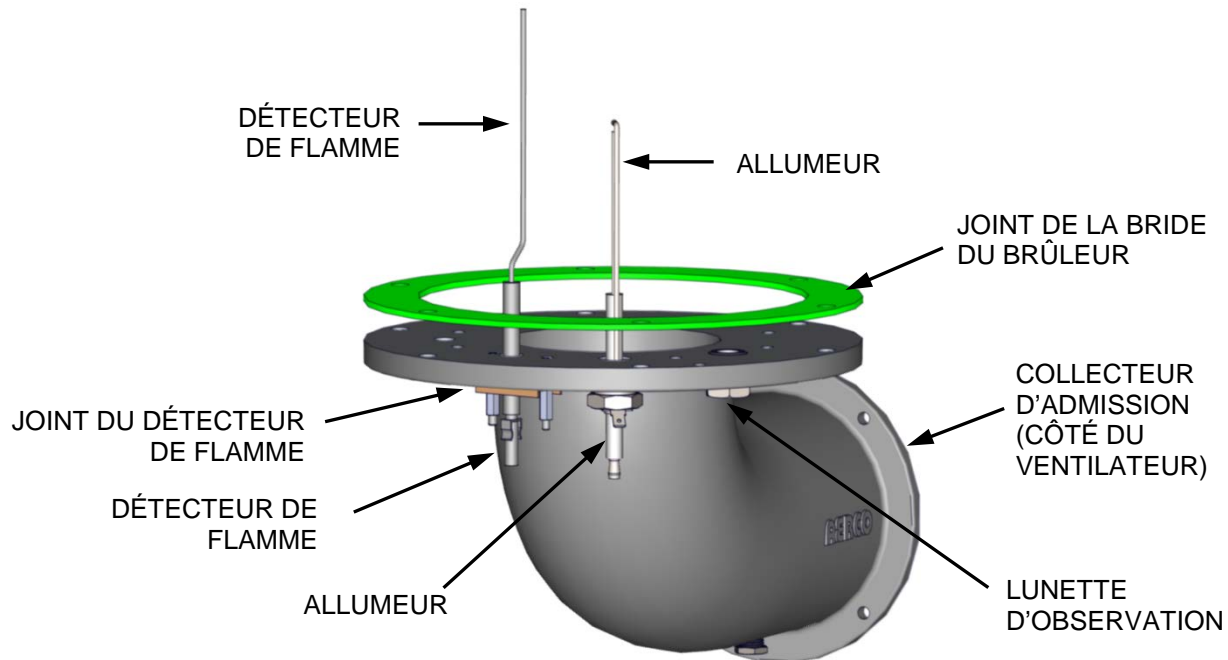

Figure 6-1. Collecteur d'admission (côté ventilateur) équipé de l'allumeur et du détecteur de flamme
L'allumeur est situé sur la bride du collecteur d'admission du côté du ventilateur monté au bas de l'échangeur thermique de l'appareil. Le n° de pièce de l'allumeur (66023) est le même pour les appareils au gaz naturel et au propane. La figure 6-1 montre le collecteur d'admission du côté du ventilateur démonté du chauffe-eau et indique l'emplacement de l'allumeur, du détecteur de flamme et des autres composantes associées.
Le détecteur de flamme (n° de pièce 66018) est utilisé sur TOUS les modèles de chauffe-eau Innovation. Le détecteur de flamme est aussi localisé sur la bride du collecteur d'admission côté du ventilateur comme l'indiquent les figures 6-1 et 6-2. Le détecteur de flamme peut être chaud. Permettre à l'appareil de se refroidir suffisamment avant de démonter le détecteur de flamme.
4. Retirer les deux (2) supports hexagonaux fixant le détecteur de flamme au collecteur d'admission (figures 6-1 et 6-2). Le détecteur de flamme est fixé au collecteur d'admission du brûleur avec un (1) support hexagonal n° 10-32 et un (1) support hexagonal n° 8-32.
5. Retirer les deux (2) supports hexagonaux fixant le détecteur de flamme au collecteur d'admission (figures 6-1 et 6-2). Le détecteur de flamme est sécurisé au collecteur d'admission du brûleur par un (1) support hexagonal n° 10-32 et un (1) support hexagonal n° 8-32.